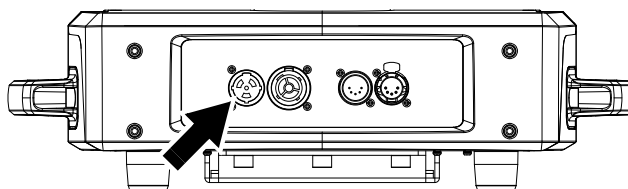

Bild 7: Netzeingangsbuchse
2. Siehe Bild 7. Richten Sie die Tasten im TRUE1-Stecker des Stromeingangskabels mit den Keilnuten in der MAINS IN-Buchse (Pfeil) aus. Stecken Sie den Stecker in die Buchse und lassen Sie ihn durch Drehen im Uhrzeigersinn einrasten. Wenn sich der Stecker nur schwer verdrehen lässt, entfernen Sie ihn aus der Buchse, prüfen Sie, ob Sie die Keilnuten richtig ausgerichtet haben, und versuchen Sie es noch einmal – wenden Sie keine übermäßige Kraft an. Vergewissern Sie sich, dass die Steckerverriegelung einrastet und dass der Stecker in der Buchse verriegelt ist.